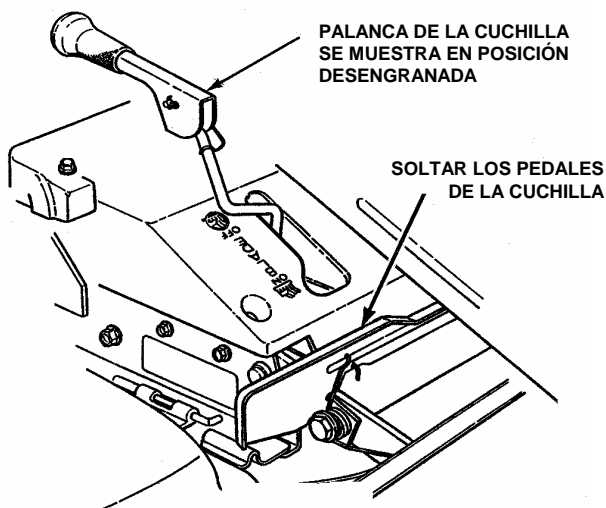
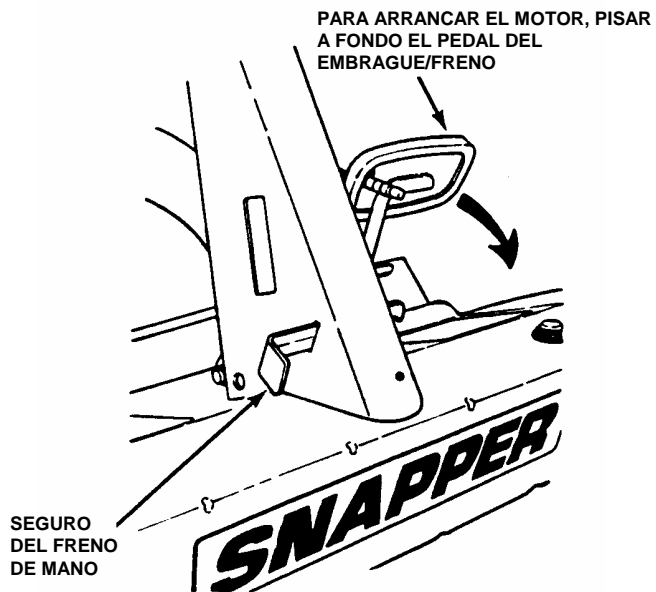
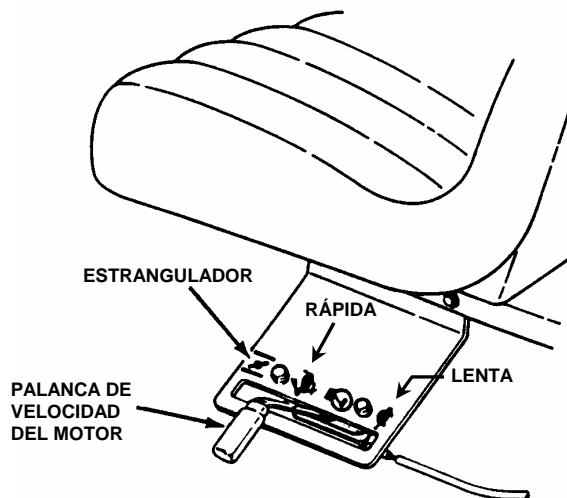
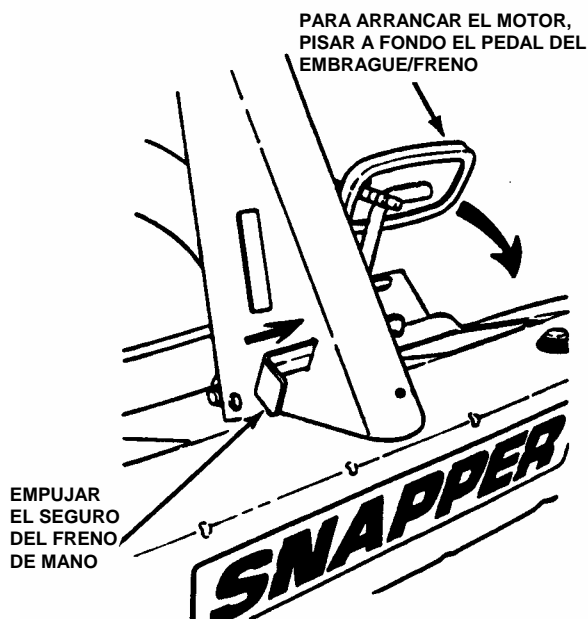

FIGURA 2.4
FIGURA 2.5
FIGURA 2.6
FIGURA 2.8
**IMPORTANTE:** Al girar la llave de contacto a la posición START (ARRANQUE), el motor girará, pero no arrancará a menos que el pedal del embrague/freno esté pisado a fondo, la palanca de la cuchilla esté en la posición "desengranada" (vea la figura 2.5). El operador debe estar sentado. Para arrancar el motor:
1. Ponga la palanca de cambio en punto muerto (N). NO arranque el motor con la palanca de cambio en una posición de marcha.
2. Asegúrese que la palanca de la cuchilla esté "desengranada". Vea la figura 2.4.
3. Pise a fondo el pedal del embrague/freno y manténgalo allí mientras arranca el motor. Vea la figura 2.5.
5. Mueva la palanca de velocidad del motor a la posición de estrangulador para arrancar un motor frío. Vea la figura 2.6.
**IMPORTANTE:** Al poner la llave de contacto en la posición "ON" (ENCENDIDO) y se tira del mango de la cuerda de arranque, el motor girará, pero no arrancará a menos que el pedal del embrague/freno esté pisado a fondo con el freno de mano aplicado (vea la figura 2.8) y la palanca de la cuchilla esté en la posición "desengranada" (vea la figura 2.4). El operador debe estar sentado. Para arrancar el motor:
3. Pise a fondo el pedal del embrague/freno, empuje el seguro del freno de mano y suelte el pedal del embrague/freno para aplicar el freno de mano. Vea la figura 2.8.